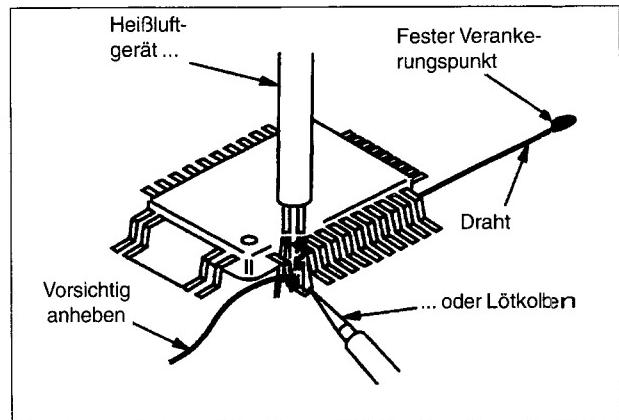

Abb. 1-24
- Befestigen Sie den Draht auf der Arbeitsfläche oder an einem festen Verankerungspunkt (siehe Abb. 1-24).